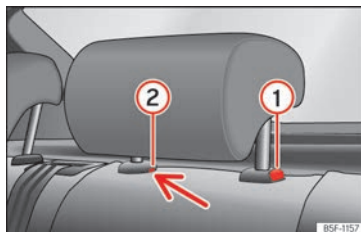

Abb. 66 Kopfstütze hinten ausbauen.
- Drücken Sie die Taste »» (Abb. 66) ① sowie gleichzeitig mit einem Schlitzschraubendreher (Breite max. 5 mm) in die Öffnung der Verriegelung ② und ziehen Sie die Kopfstütze heraus.